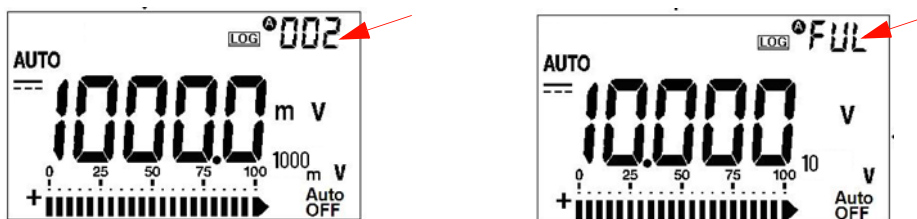

Figure 2-2 Affichage de la consignation par intervalles
- 2 Le résultat s'enregistre automatiquement dans la mémoire à chaque intervalle défini dans le mode de configuration (voir Figure 2-2).